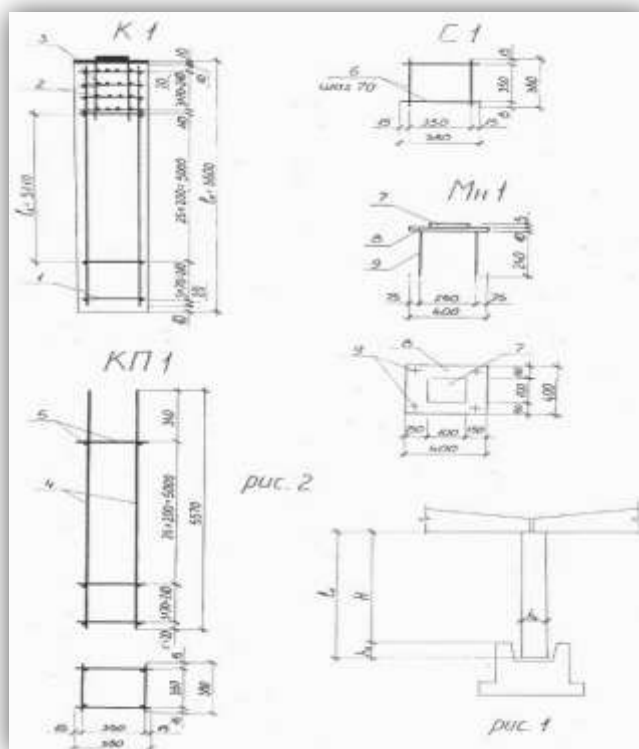

Рис. 1. Ведомость расхода стали на колонну
1.8 Конструирование колонны (рис. 1, 2).
Ведомость расхода стали на колонну указана на рис. 1.